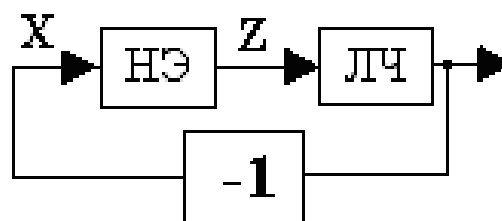

Рис. 10.1. Функциональная схема нелинейной системы:
*Нелинейной системой* называется такая система, в состав которой входит хотя бы один элемент, линеаризация которого невозможна без потери существенных свойств системы управления в целом. Существенными признаками нелинейности являются: если некоторые координаты или их производные по времени входят в уравнение в виде произведений или степени, отличной от первой; если коэффициенты уравнения являются функциями некоторых координат или их производных. При составлении дифференциальных уравнений нелинейных систем сначала составляют дифференциальные уравнения для каждого устройства системы. При этом характеристики устройств, допускающих линеаризацию, линеаризуются. Элементы, не допускающие линеаризации, называются *существенно нелинейными*. В результате получают систему дифференциальных уравнений, в которой одно или несколько уравнений нелинейные. Устройства, допускающие линеаризацию, образуют линейную часть системы, а устройства, которые не могут быть линеаризованы, составляют нелинейную часть. В простейшем случае структурная схема САУ нелинейной системы представляет собой последовательное соединение безынерционного нелинейного элемента и линейной части, охваченное обратной связью (рис.10.1.). Так как для нелинейных систем не применим принцип суперпозиции, то, проводя структурные преобразования нелинейных систем, единственным ограничением по сравнению со структурными преобразованиями линейных систем, является то, что нельзя переносить нелинейные элементы через линейные и наоборот.